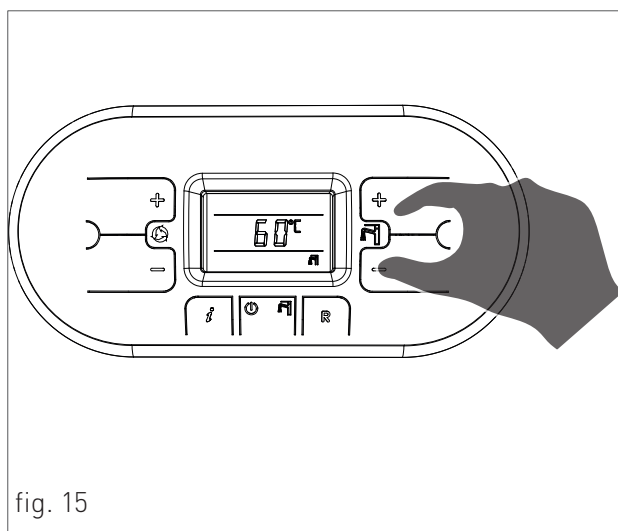

fig. 15
- › Réglez la température de consigne du réservoir en appuyant sur  et  du sanitaire  (fig. 15).